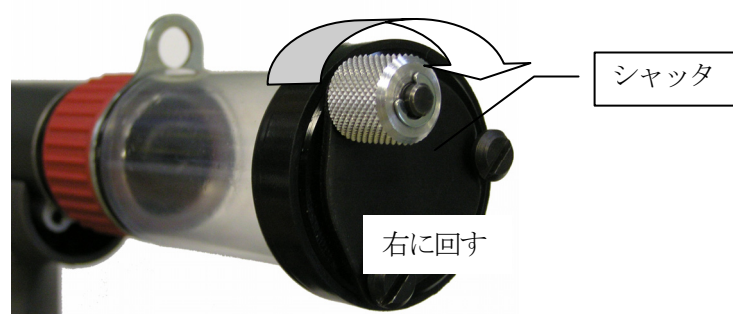

図4-2
- (3) シャッタが閉じているか確認してください。開いている場合はシャッタを右に回して、閉じてください。（図4-2）